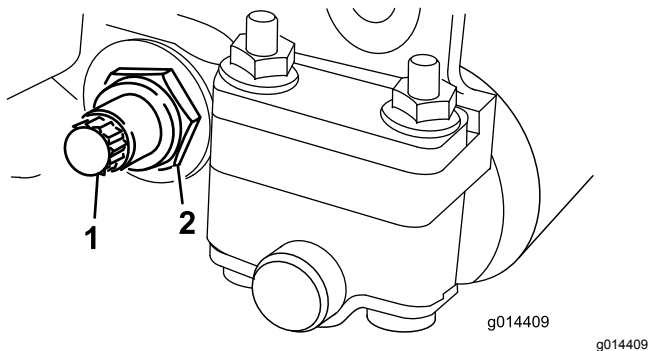

Рисунок 21
3. С каждой стороны машины ослабьте контргайку, которая фиксирует болт планки неподвижного ножа (Рисунок 21).
4. Выверните все болты неподвижного ножа, чтобы отвести неподвижный нож вниз и снять его с режущего блока (Рисунок 21).